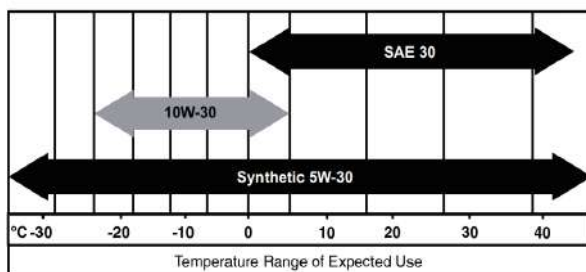

fig.18
- Utilizzare olio per motori a quattro tempi 5W-30. Seguire la fig. 18 per l'intervallo di temperatura di utilizzo previsto.